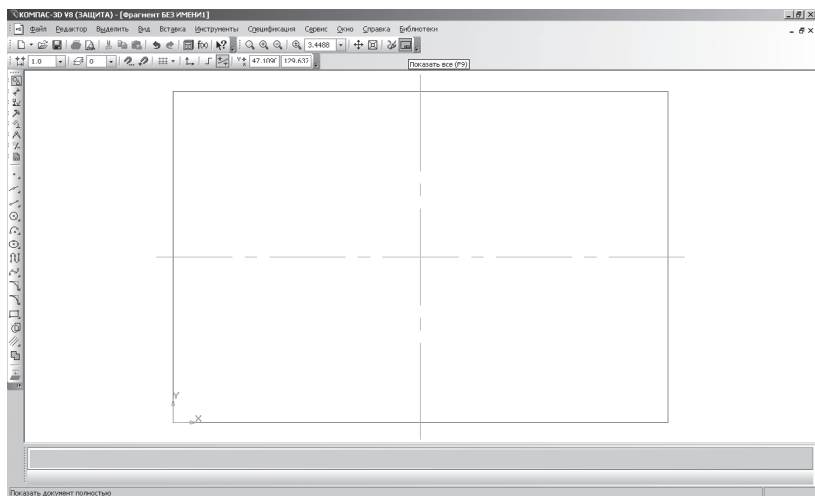

Рис. 30. Отображение всего документа в окне
7.  – **Показать все** – редактируемый документ полностью отобразится в окне (рис. 30).